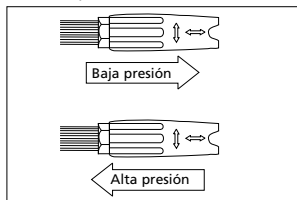

Figura 8 - Ajuste de la boquilla para presión
- Corra la boquilla a la posición de baja presión como se muestra en la figura 8, y aplique el detergente de modo que cubra por completo la superficie de limpieza.
- 3. Para aspirar jabón o detergente, suelte el gatillo y corra la boquilla a la posición de baja presión (ver figura 8). La succión del detergente funcionará SÓLO con la boquilla en posición de baja presión. Esto permite también la aplicación del detergente sin gran pérdida por exceso de rociado.